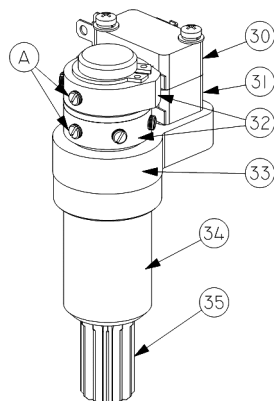

Рис.3 Двухсторонняя муфта ограничения крутящего момента
При достижении предварительно установленной величины крутящего момента в положении ЗАКРЫТО или ОТКРЫТО, либо в случае аварийного заклинивания штока затвора арматуры в промежуточном положении, выходной вал (15) (рис.1) с червячным колесом (16) останавливается, а червячный вал (11), ввинчиваясь в венец червячного колеса (16), вследствие продолжающегося вращения ротора электродвигателя, начинает перемещаться в осевом направлении, сжимая тарельчатые пружины (12). Величина сжатия тарельчатых пружин определена настроенным крутящим моментом моментной муфты. Поступательное движение червячного вала (11) приводит к вращению вала моментной муфты (34) (рис.3). Кулачки (32), расположенные на валу моментной муфты, нажимают кнопки муфтовых микровыключателей (30, 31), размыкая цепь управления питанием электродвигателя электропривода.